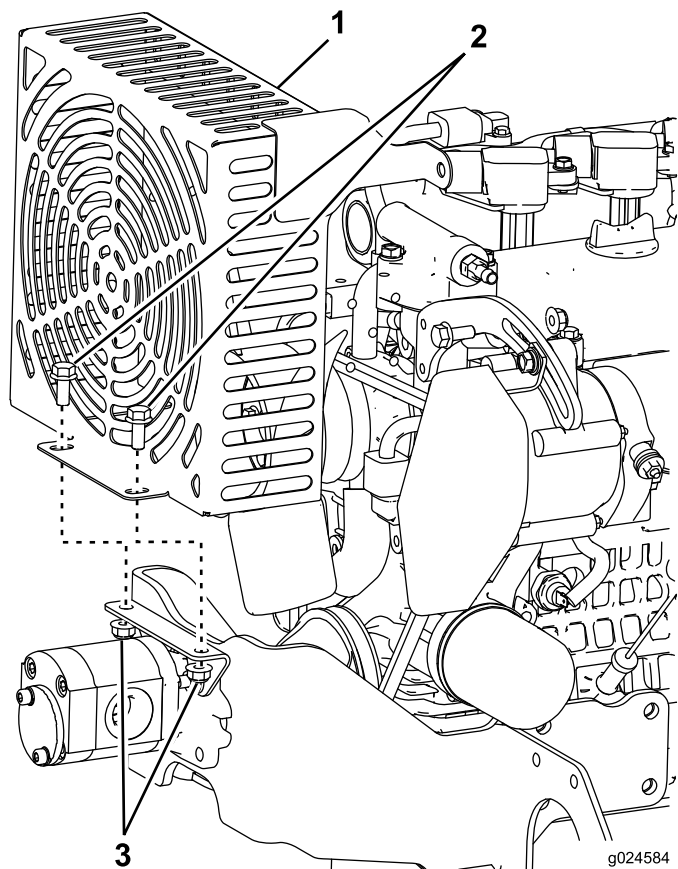
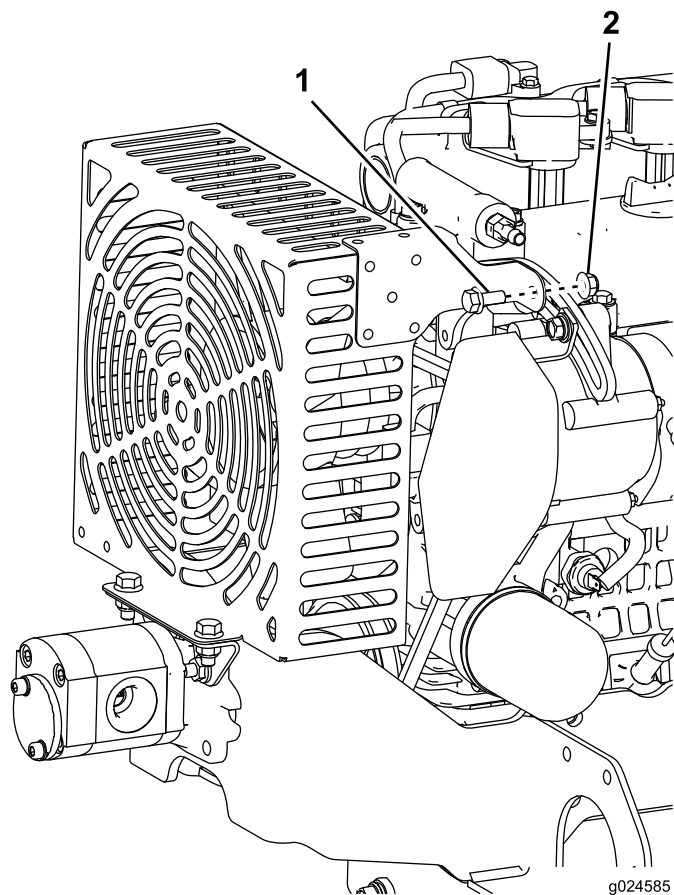

Figure 9
Figure 10
4. Posez la grille de ventilateur ; voir Figure 9 et Figure 10.